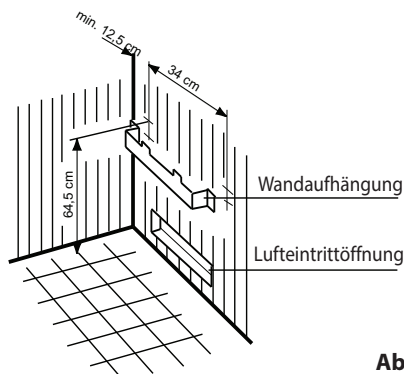

Abb. 2
1. Wandhalterung gemäß Abb. 2+3 mittig über Lufteintrittsöffnung mit den beigefügten Spanplattenschrauben an der Kabinenwand festschrauben. Hierbei beachten, dass der seitliche Abstand zwischen Saunaheizgerät und Kabinenwand mindestens 7 cm betragen muss.